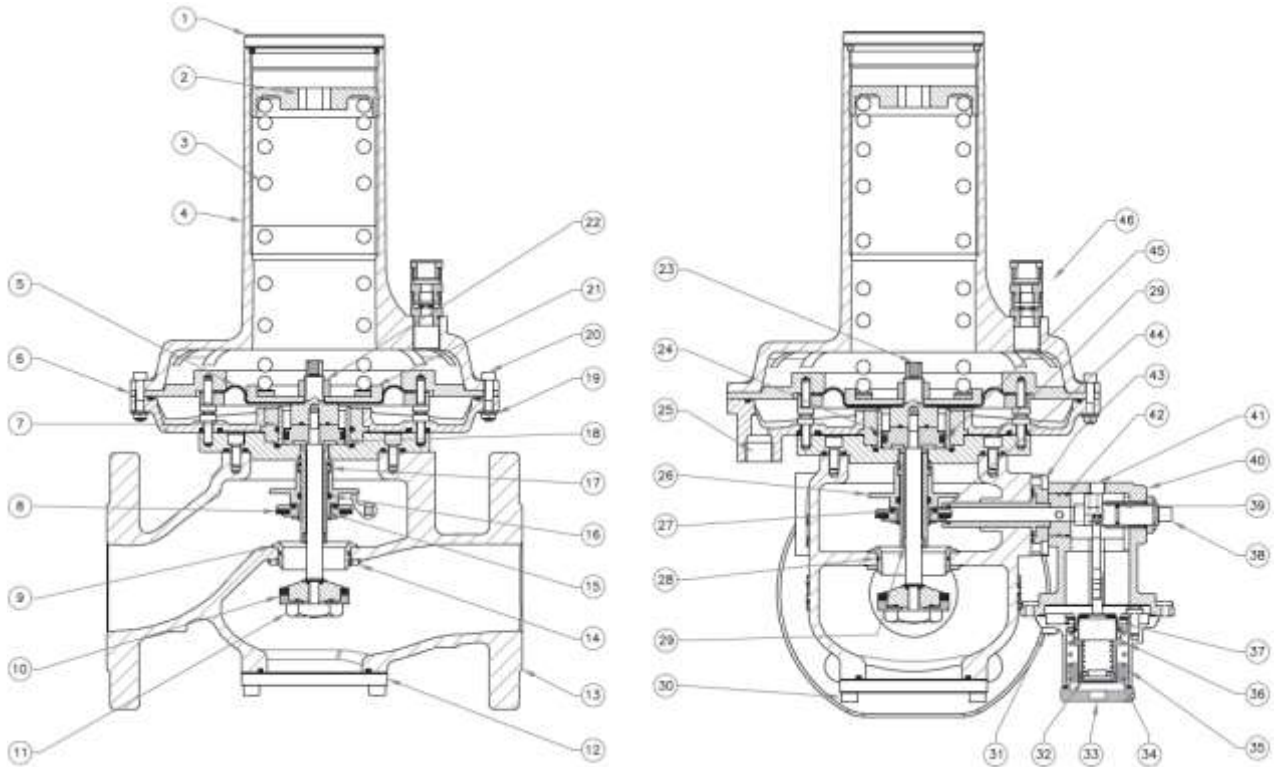

Рис. 1
Регулятор состоит (Рис.1): верхняя крышка (1); винт настройки выходного давления (2); пружина настройки выходного давления (3); воронка (4); рабочая мембрана (5); редукционное кольцо (6); компенсационный цилиндр (7); затвор ПЗК (8); седло регулятора/ПЗК (9); обтюратор (10); гайка обтюратора (11); нижняя крышка (12); корпус (13); гайка для фиксации седла (14); центральный шток (15); уплотнительное кольцо (16); направляющая втулка (17); компенсационный поршень (18); гайка (19); винт (20); верхний диск рабочей мембраны (21); гайка мембраны (22); шток для фиксации мембраны (23); манжета поршня (24); разъем G3/8" для подключения внешнего импульса (25); упорная шайба затвора ПЗК (26); кольцо уплотнительное (27); кольцо уплотнительное (28); втулка с тефлоновым покрытием (29); винт нижней крышки (30); винт (31); винт настройки ПЗК по недостаточному давлению (32); колпачок ПЗК (33); пружина ПЗК по недостаточному давлению (34); винт настройки ПЗК по избыточному давлению (35); пружина ПЗК по избыточному давлению (36); мембрана ПЗК (37); шток взвода ПЗК (38); кольцо уплотнительное (39); корпус механизма ПЗК (40); разъем G1/4" для подключения импульса в блок ПЗК (41); кольцо уплотнительное (42); винт крепления блока ПЗК (43); кольцо уплотнительное (44); кольцо уплотнительное (45); устройство защиты от раскачки выходного давления с резьбой G3/8" (46).